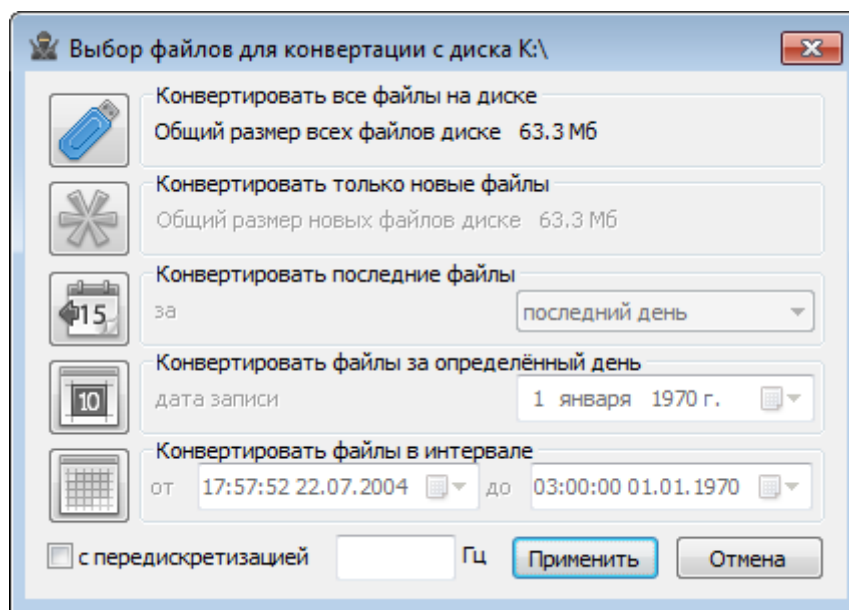

Рис. 3.1 Программа конвертации файлов
3. На компьютере автоматически запустится программа «Выбор файлов для конвертации с диска». Данная программа предназначена для копирования и конвертации файлов с внутренней памяти регистратора в формате ПО «ZETTrends» (Рис. 3.1).